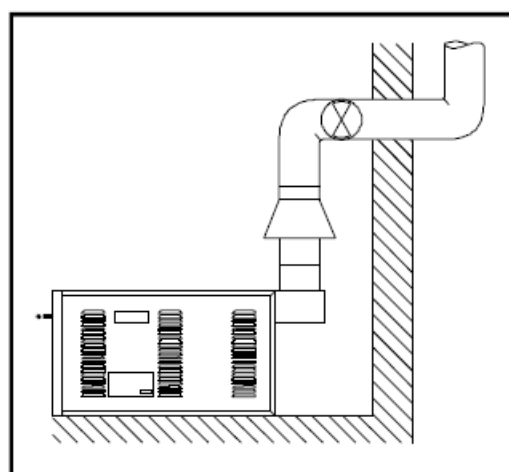

Рисунок 12 – Принудительный дымоотвод
2) Принудительный дымоотвод (рисунок 12)